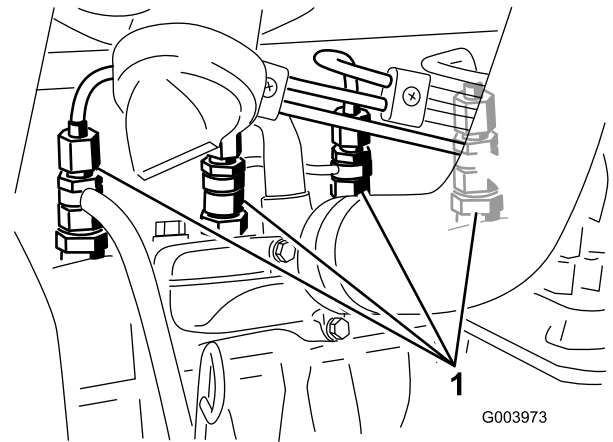

Figura 60
1. Afloje la conexión entre el tubo y el primer conjunto de boquilla y soporte (Figura 60).